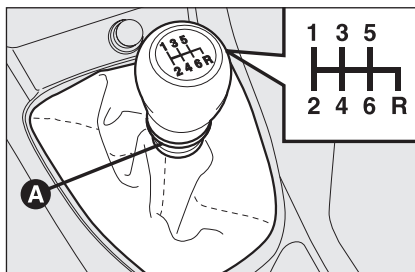
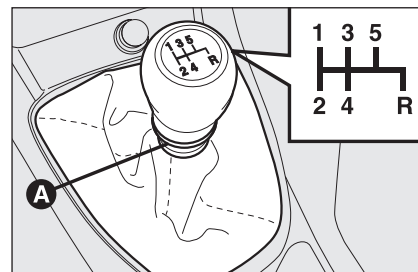
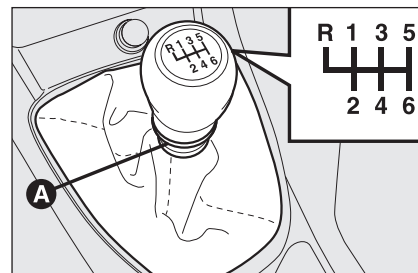

fig. 2
fig. 3
fig. 4
Per inserire le marce, premere a fondo il pedale della frizione e mettere la leva del cambio nella posizione desiderata (lo schema per l'inserimento delle marce è riportato sull'impugnatura della leva **fig. 2**, **fig. 3** e **fig. 4**).
Per inserire la retromarcia **R** dalla posizione di folle occorre sollevare il collarino scorrevole **A**-**fig. 2**, **A**-**fig. 3** o **A**-**fig. 4** e contemporaneamente:
- spostare la leva verso destra e poi indietro (versioni 1.4 16V, 1.6 Multijet, 1.9 Multijet 16V) (**fig. 2**) e 1.9 Multijet 8V (**fig. 3**);
- spostare la leva verso sinistra e poi avanti (versioni 1.4 T-JET, 1.4 Turbo Multi Air, 2.0 Multijet) (**fig. 4**).